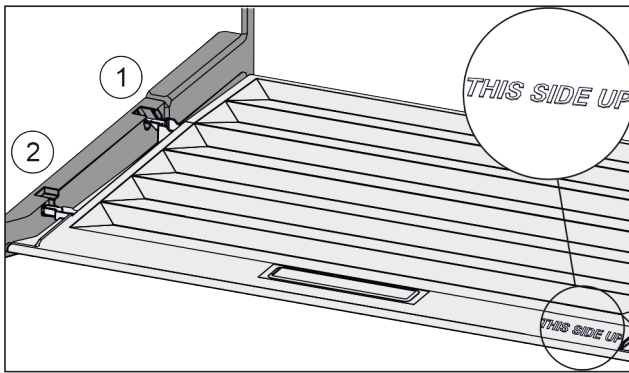

Fig. 143
- ▶ 从后部固定支架 Fig. 143 (1)开口导入桥形接片并卡入固定支架 Fig. 143 (2)的前端。